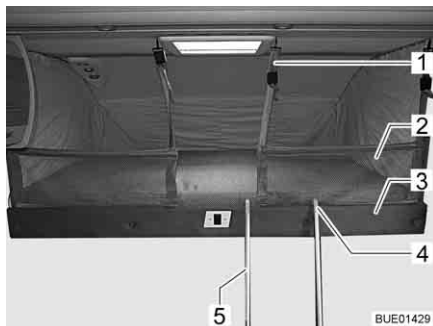

Fig. 128 Letto basculante con rete protettiva montata
Se è disponibile una rete protettiva (Fig. 128,2), questa è sistemata con le cinture di ritegno sotto il materasso del letto basculante. Fissare la rete protettiva soltanto dopo che le persone si sono stese nel letto basculante.
- Agganciare le cinture di ritegno (Fig. 128,1) ai ganci del soffitto.
- Agganciare la scala a gradini (Fig. 128,5) con le due staffe (Fig. 128,4) nella barra di presa (Fig. 128,3) al letto basculante.